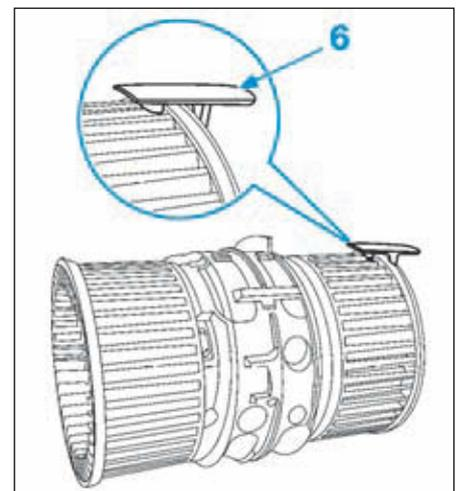

FIG.51
- S'assurer du bon positionnement de l'agrafe (6) par rapport à la turbine de la soufflante d'air d'habitacle (Fig.51).